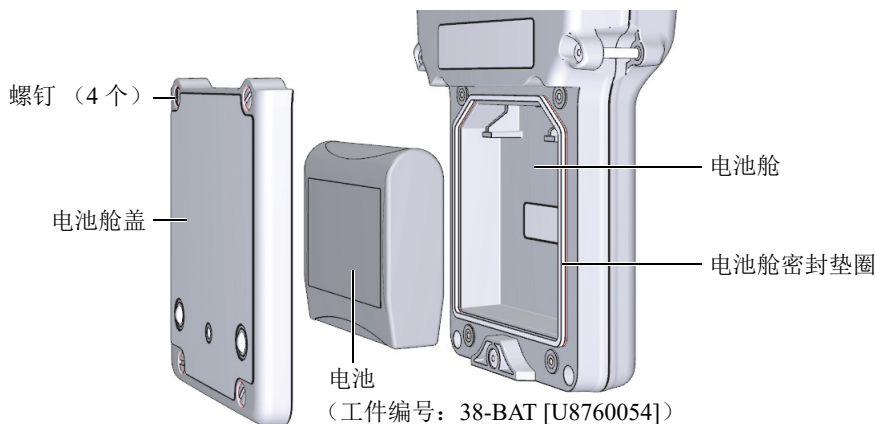

图 2-4 打开电池舱
电池位于 39DL PLUS 仪器后面板上的电池舱中（参见第 48 页的图 2-4）。
6. 拧下位于仪器后面板的电池舱盖上的 4 个螺钉（参见第 48 页的图 2-4）。